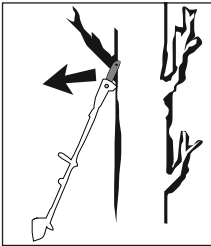

Abb. 2
- Rückschlag kann auftreten, wenn die Spitze des Schwertes 16 einen Gegenstand berührt oder wenn das Holz sich biegt und die Sägekette 17 im Schnitt festklemmt (siehe Abb. 2).